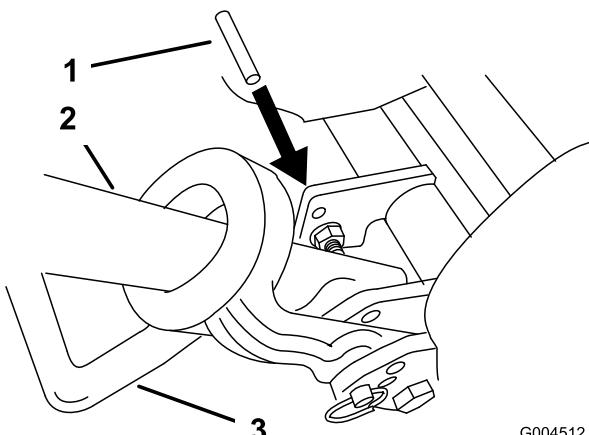

図 3
2. キック・スタンドを立てる。キック・スタンド取り付けボルトの上にあるフレームの穴に、6.4 mm 径のピン（図 3）を差し込む。